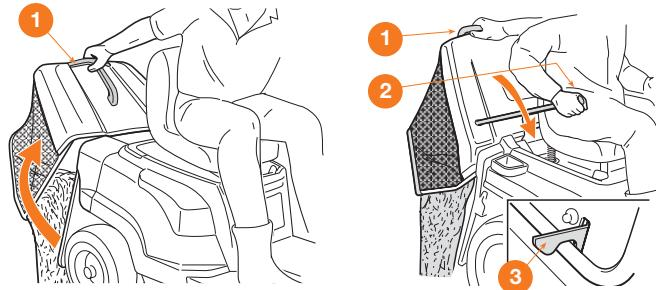

Рис. 21
- ухватитесь за заднюю ручку 1 или используйте рычаг опрокидывания травосборника 2 и откиньте контейнер для сбора травы, чтобы его опорожнить (Рис. 21);